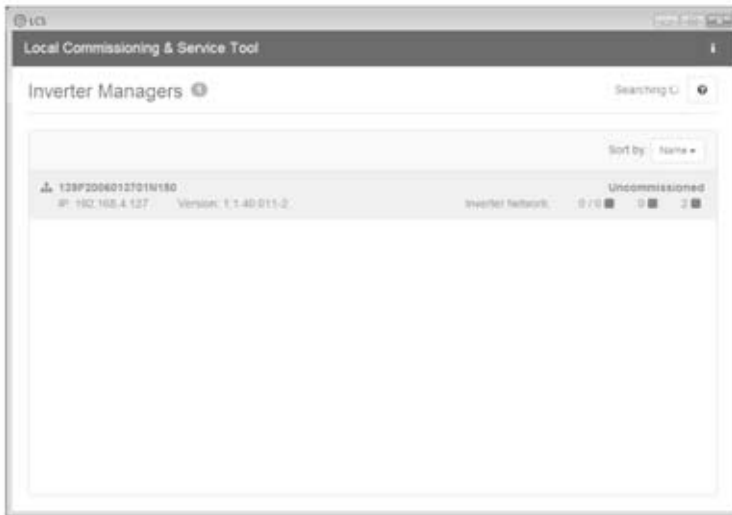

Abbildung 3.4 LCS-Tool - Startbildschirm
2. Der Bildschirm zeigt jetzt eine Liste aller SMA Inverter Manager (siehe Abbildung 3.4). Zum Start des Assistenten klicken Sie den zu konfigurierenden SMA Inverter Manager an. Durch Anklicken des SMA Inverter Manager werden die vom SMA Inverter Manager gefundenen Wechselrichter angezeigt. Nicht in Betrieb genommene Wechselrichter (kein zugewiesener Grid-Code) werden mit einem blauen Quadrat zusammen mit ihrer Software-Version aufgeführt.